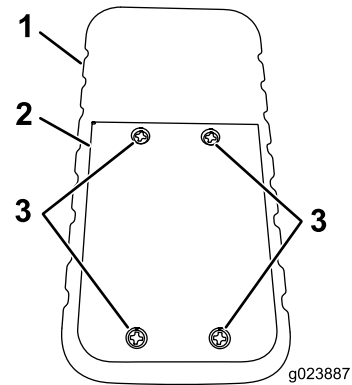

Figura 55
1. Solte os 4 parafusos de fixação da tampa do compartimento de pilhas (Figura 55).